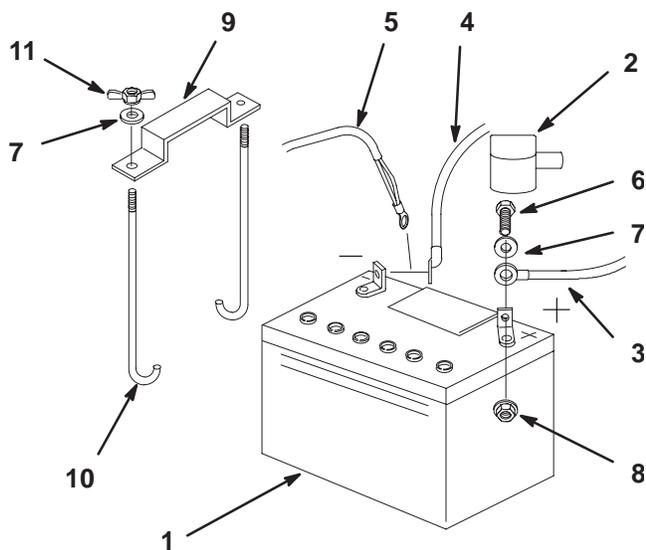

Figure 57
1. Placez la batterie dans son support en tournant les bornes vers le moteur (Fig. 57).
4. Fixez les câbles à l'aide de 2 boulons (1/4 x 3/4"), 2 rondelles (1/4") et 2 contre-écrous (1/4") (Fig. 57).
6. Fixez la batterie en position avec des boulons en J, une barrette de maintien et 2 rondelles (1/4"), ainsi que 2 écrous papillons (1/4") (Fig. 57).
3. Débranchez d'abord le câble négatif et le câble de masse de la borne négative (-) de la batterie (Fig. 57).
4. Ôtez le capuchon rouge de la borne positive (rouge) de la batterie. Retirez ensuite le câble positif (rouge) de la batterie (Fig. 57).
5. Retirez les deux écrous papillon (1/4") de fixation de la barrette de maintien de la batterie (Fig. 57).